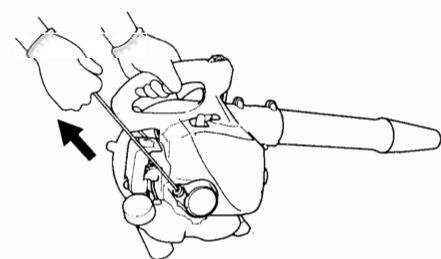

Fig. 7
3. Tire energicamente del arrancador de retroceso, tomando la precaución de mantener el asidero bien sujetado para evitar que se escape de la mano. (Fig. 7)